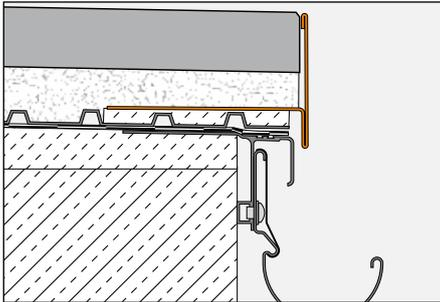

Abb. 1
3. Bei einer Verwendung von BARA-RT als Kiesfangleiste (Abb. 1) ist die Kiesschüttung entsprechend der Belagsdicke unterhalb der Oberkante des vertikalen Profilschenkels abgezogen. Anschließend wird der Betonwerksteinplattenbelag lose auf dem egalisierten Kiesbett verlegt.
Verarbeitung für Verlegung von selbsttragenden Plattenelementen auf Kies-/Splittbettung mit BARA-RT (Abb. 1)